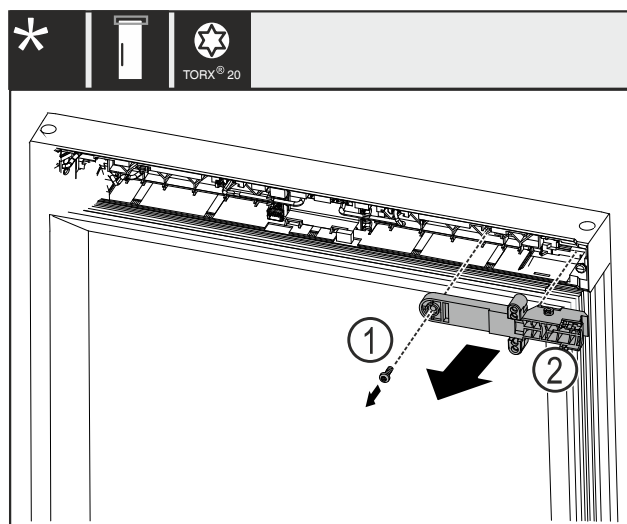

Fig. 25
- Hiqni vidën Fig. 25 (1).
- Hiqni pjesën mbajtëse të bravës Fig. 25 (2).